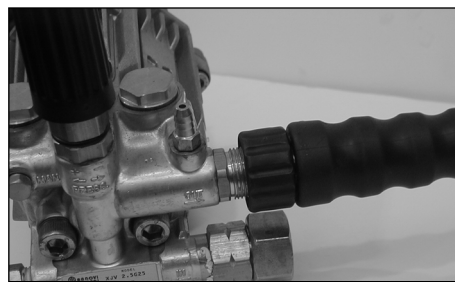

Figure 7 - Connectez le boyau haute pression à la pompe
8. Connectez le flexible haute pression à la sortie de la pompe (Voir les Figures 7 et 8).